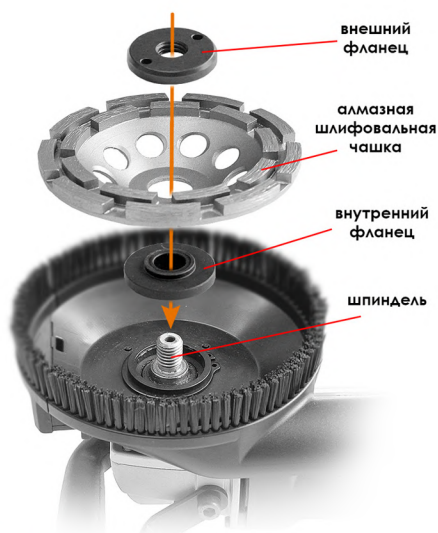

Рис.2
3. Зажмите кнопку фиксации шпинделя и закрепите на нем алмазную шлифовальную чашку (доп. опция) (Рис.2).